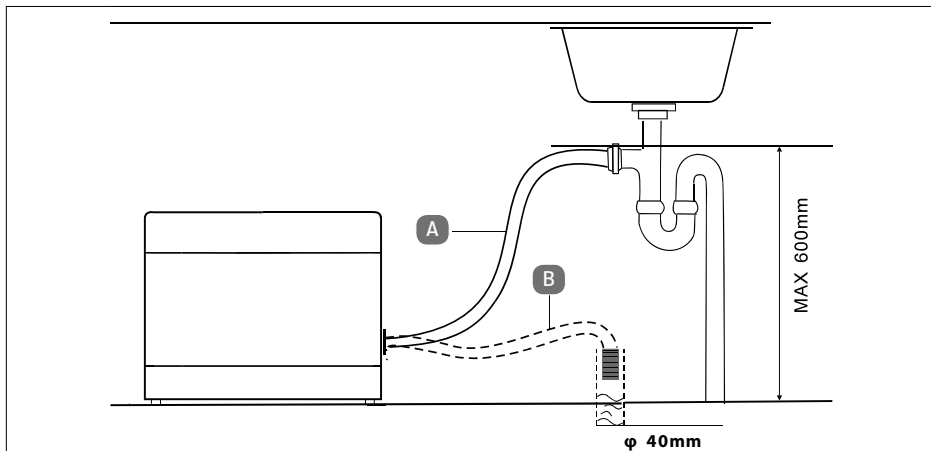

Abb. 6
- ▶ Verbinden Sie den Abflussschlauch mit dem Siphon (für Waschmaschinen) des Abflussrohres unterhalb des Spülbeckens. Achten Sie auf ein ausreichendes Gefälle des Abwasserschlauchs. Das Gerät sollte mindestens 4 cm über dem Abfluss positioniert werden (siehe **Abb. 6, A**).
- ▶ Sie können den Abflussschlauch auch in ein Abflussrohr einleiten. Hängen Sie den Schlauch so in das Abflussrohr ein, dass er sich nicht lösen kann und das Wasser ungehindert direkt nach unten abfließt (siehe **Abb. 6, B**).